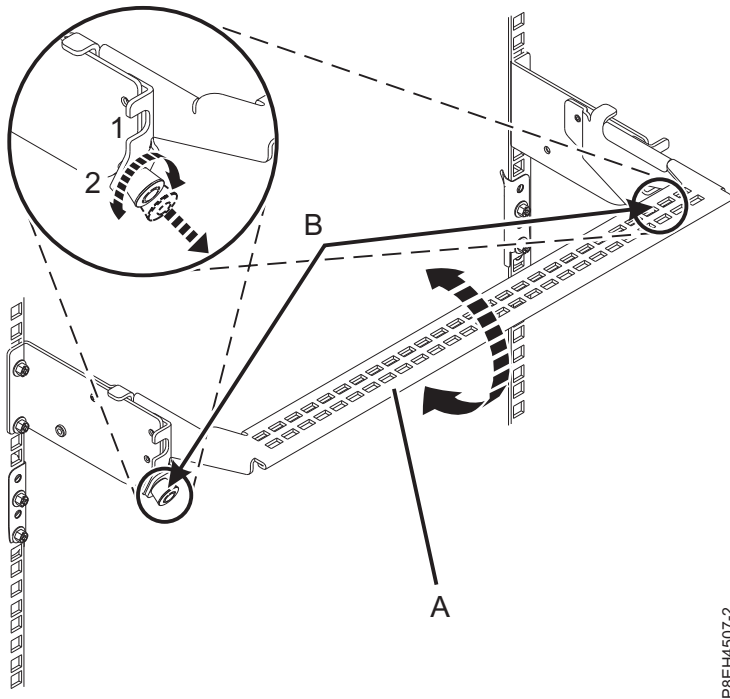

Figura 17. Colocación de la abrazadera portacables en la posición de servicio
8. En la parte posterior del cajón de expansión PCIe3, coloque la abrazadera portacables en la posición de servicio. Consulte Figura 17 en la página 17.